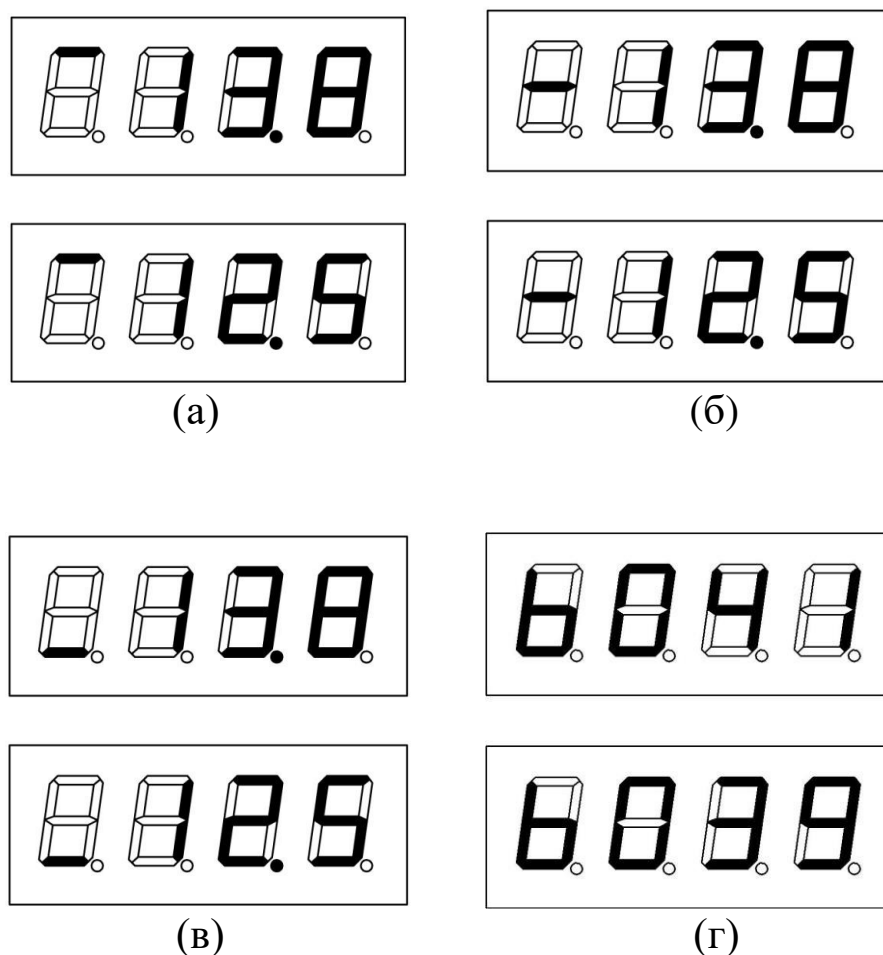

Рис. 3.6
3.3.4 На рис. 3.6а, 3.6б и 3.6в изображены показания магнитометра в мТл в режиме измерения «X, Y, Z» соответственно для компонент вектора магнитной индукции  $X_1, Y_1, Z_1$  (верхний индикатор) и  $X_2, Y_2, Z_2$  (нижний индикатор). На рис 3.6г изображены показания магнитометра в мТл для модулей магнитной индукции, полученных с помощью преобразователей первой и второй измерительных головок.
В этом режиме магнитометр непрерывно измеряет и индицирует на индикаторах значения в мТл компонент  $B_x$ ,  $B_y$  и  $B_z$  вектора магнитной индукции магнитного поля и значения модулей магнитной индукции  $B_1$  и  $B_2$  (рис. 3.6). Выбор измеряемой компоненты или модулей осуществляется клавишами  и . Для измерения соответствующей компоненты X, Y или Z горизонтальный сегмент устанавливается на уровне её обозначения (рис. 3.6а, 3.6б, 3.6в). Для измерения модулей магнитной индукции вместо горизонтального сегмента на цифровых индикаторах устанавливается обозначение модуля  $B$  (рис. 3.6г).